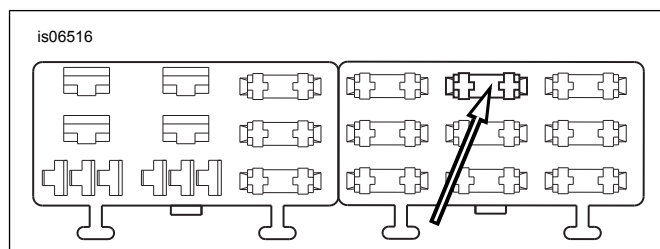

Figura 26. Kavità tal-Blokka tal-Fjus "P&A IGN" (Softail tal-2004-2010)
4. Ara Figura 26 . Sib il-kavità tal-fjus indikata bħala "P&A IGN" fuq il-cover tal-blokka tal-fjus fil-blokka tal-fjus tal-lemin. Daħhal it-terminal fuq il-wajer oranġjo/abjad tal-adapter sakemm jieqaf. Irreferi għal terminal fil-qrib li gie installat mill-fabbrika halli tqabbel miegħu biex tivverifika l-korrettezza tal-orjentazzjoni u l-fond.